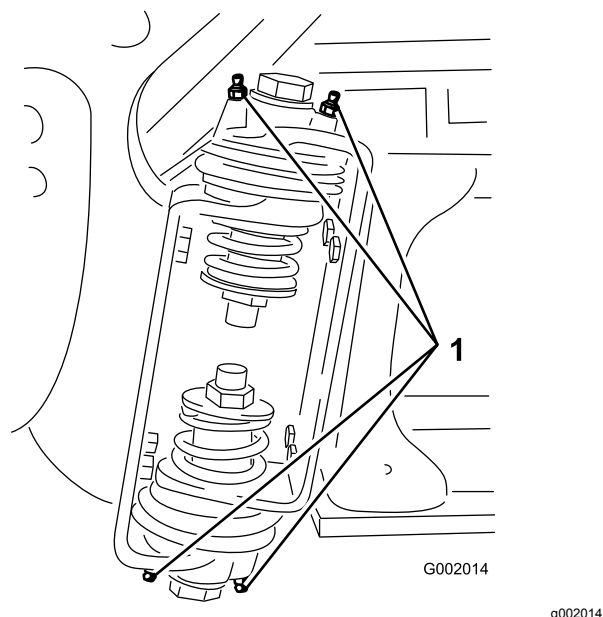

Figure 62
2. Injectez la graisse dans le roulement ou la bague au niveau de chaque graisseur (Figure 62).